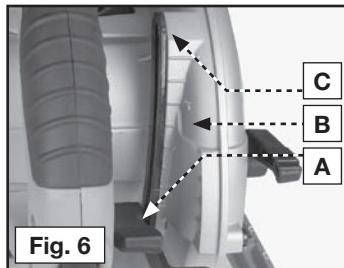

Fig. 6
1. Levez le levier de blocage de la profondeur de coupe (A) Fig. 6 à l'arrière de la scie.
**REMARQUE:** Le capot supérieur (B) Fig. 6 est marqué en paliers de 1/4 po pour faciliter le réglage de la profondeur de coupe. Alignez le trait de profondeur (C) Fig. 6 avec le trait de la profondeur désirée sur le capot.